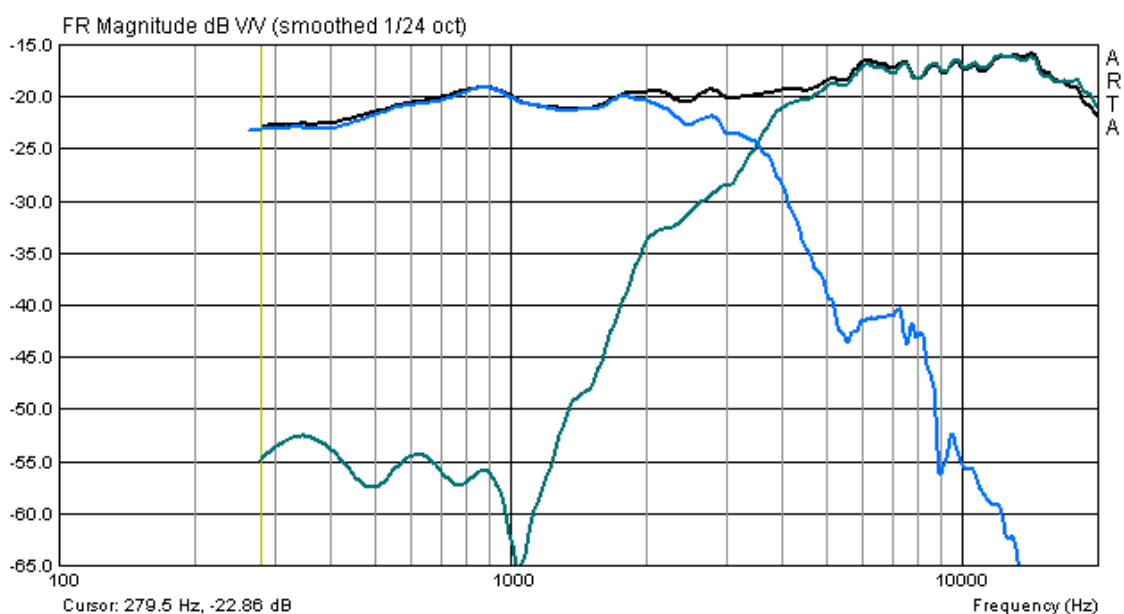

Imagen 8.9: Load and Sum con fase invertida (HT)
- Cargar el archivo B (HT) normal e invertir la fase con “INV“.
- Análisis, listo (véase Imagen 8.9)